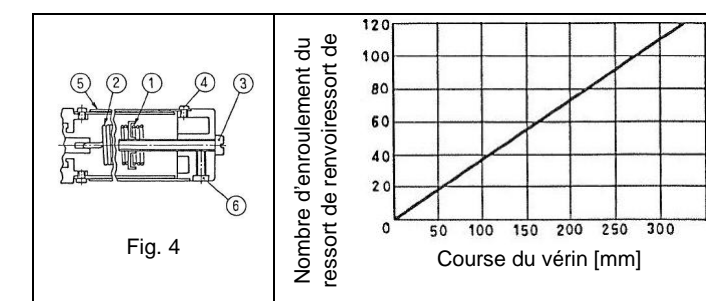

Fig. 4
- Afin d'obtenir une course du vérin correspondant au signal de pression de 0.02 à 0.1 MPa, le nombre d'enroulement du ressort de renvoi (2) varie selon le dispositif de réglage de l'intervalle de mesure (1). Lorsque le nombre d'enroulement augmente, l'intervalle de mesure s'agrandit et lorsqu'il diminue, l'intervalle se comprime. Lors du réglage de l'intervalle de mesure, reportez-vous à la Fig. 4 et vérifiez le nombre d'enroulement pour une course donnée.
- Enlevez le ressort de renvoi (2) et réglez le nombre d'enroulement à l'aide du dispositif de réglage (1). Lorsque le vérin est monté, réglez la vis de réglage zéro (3) de sorte que le vérin commence à se déplacer à une pression du signal d'entrée de 0.02 MPa et augmentez jusqu'à 0.1 MPa.
- Si le vérin n'atteint pas l'extension totale, augmentez le nombre d'enroulement, et s'il est trop détendu, diminuez le nombre d'enroulement. Lors du changement du nombre d'enroulement, enlevez la petite vis (4) et décalez le couvercle (5) vers le côté gauche avec une pression de signal augmentée jusqu'à 0.1 MPa. Le réglage zéro doit être effectué lorsque le nombre d'enroulement a été modifié.